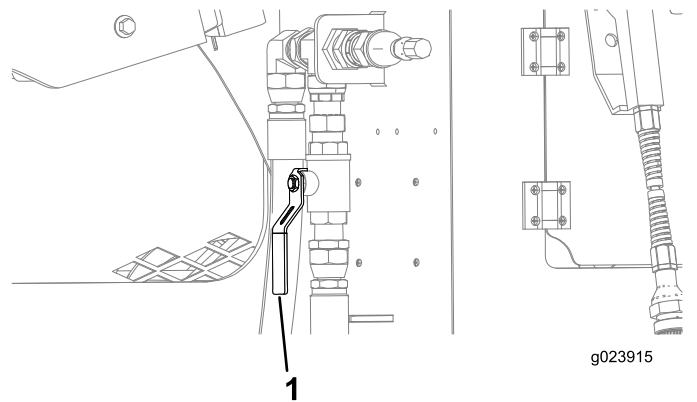

Figure 131
B. Ouvrez le robinet près du compartiment arrière (Figure 131).